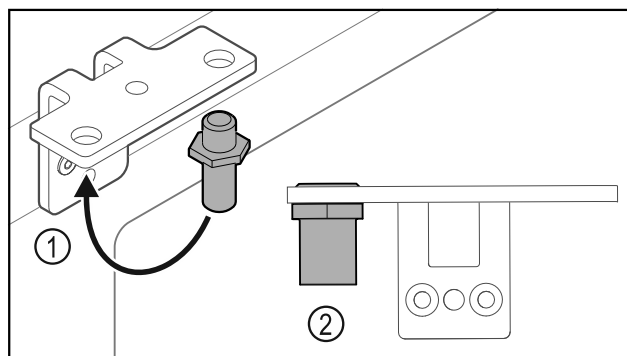

Fig. 29
- ▶ Přesaďte čep Fig. 29 (1) v úhelníku závěsu.
- ▶ Utáhněte čep Fig. 29 (2) **utahovacím momentem 12 Nm**.